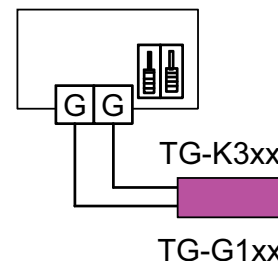

Fig. 3: Emplacement des switches et branchements pour consigne interne et sonde externe.\*
**Note:** Lorsque une sonde à distance est utilisée, la fonction équivalente à l'intérieur du PULSER doit être inhibée. Pour cela, il est nécessaire de placer correctement les switches DIP à la droite des bornes, en se référant à la figure 3.